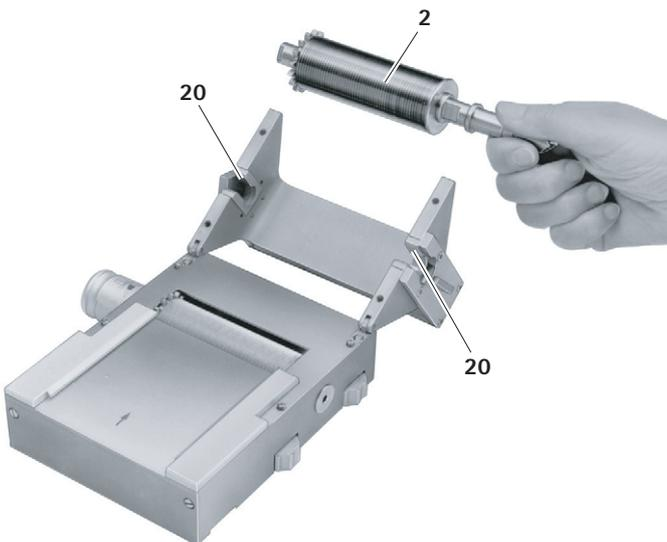

Рис. 4
- ▶ Повернуть режущий вал 2, чтобы вынуть его из опор 20, см. Рис. 4.
- ▶ Установить режущий вал 2 в две опоры 20, см. Рис. 4.